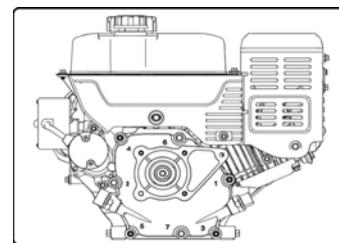

Рис. 42
2. Открутите крышку заливной горловины от трубы заливной горловины и протрите щуп. См. рис. 42.